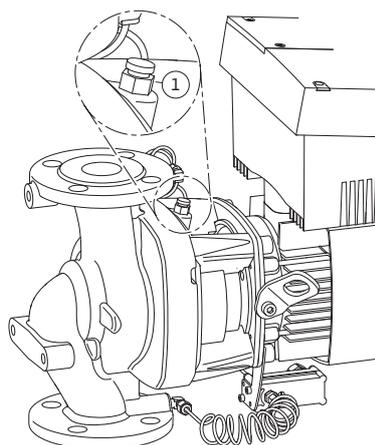

Fig. 47: Valvola di sfiato
- Sfiatare le pompe allentando le valvole di sfiato (Fig. 47, pos. 1). Un funzionamento a secco distrugge la tenuta meccanica della pompa. Il trasduttore di differenza di pressione non deve essere sfiato (pericolo di distruzione).